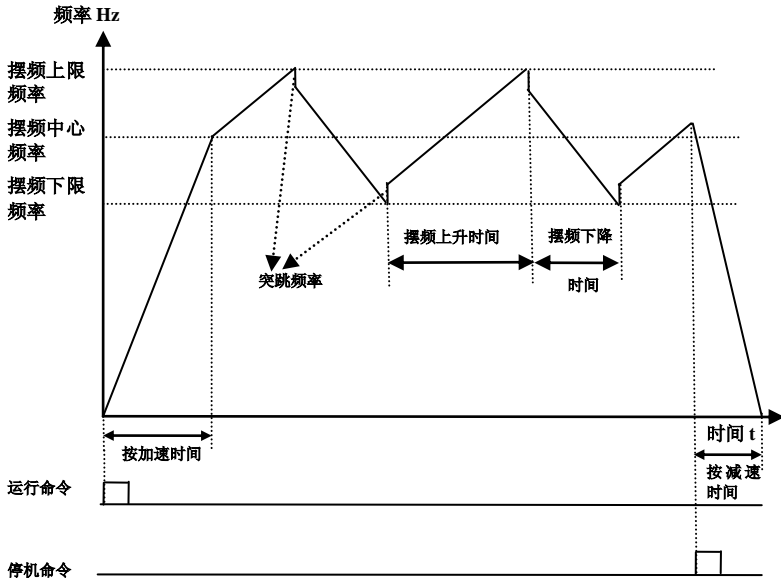

图 6-6 摆频模式 1 工作示意图
- F235=1, 摆频模式 1, 中心频率固定, 由 F242 给定, 工作过程如图 6-6 所示。
• 摆频工作模式见图 6-6、6-7、6-8。